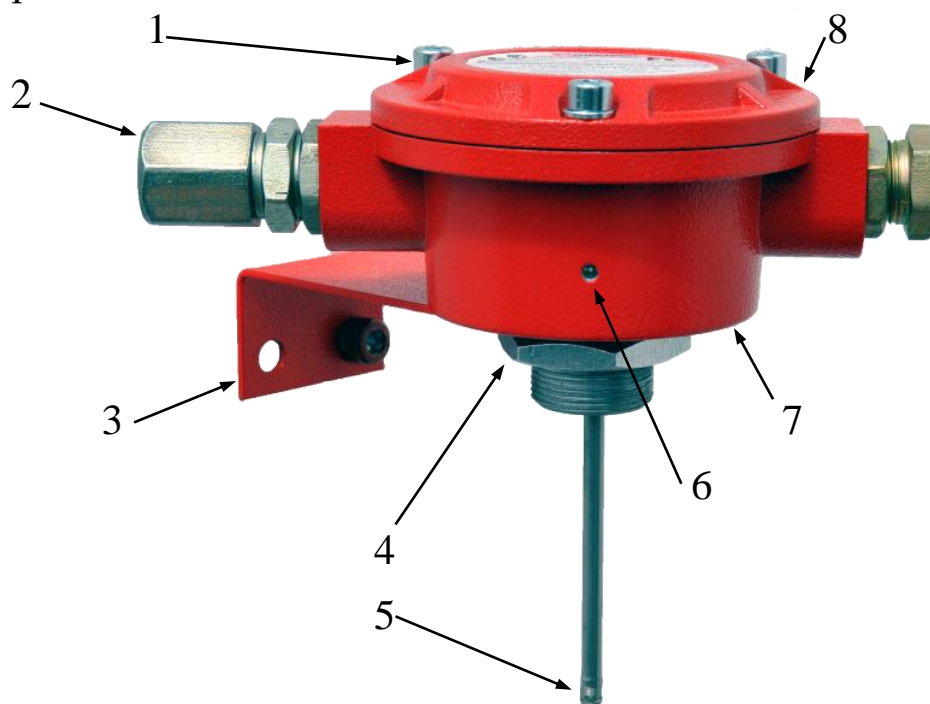

Рис.3 – Извещатель с крепежным устройством
Объяснения к рис. 3:
*При монтаже и эксплуатации извещателя принять меры по защите чувствительного элемента от механических воздействий и ударов, рис.3.*